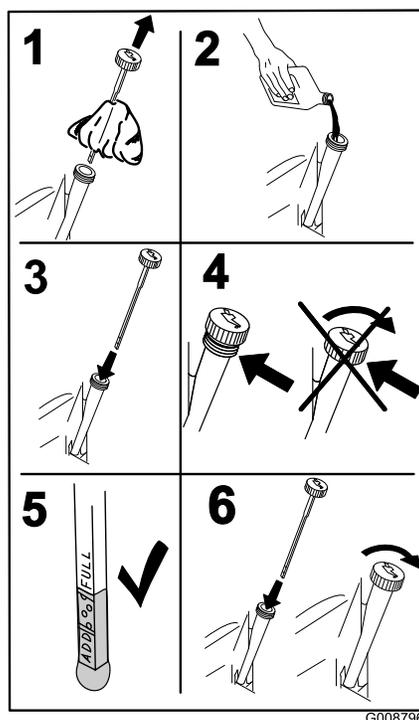

Figure 39
4. Versez lentement environ 80% de l'huile spécifiée dans le tube de remplissage puis faites l'appoint lentement jusqu'à ce que le niveau atteigne le repère du plein (Full) (Figure 39).